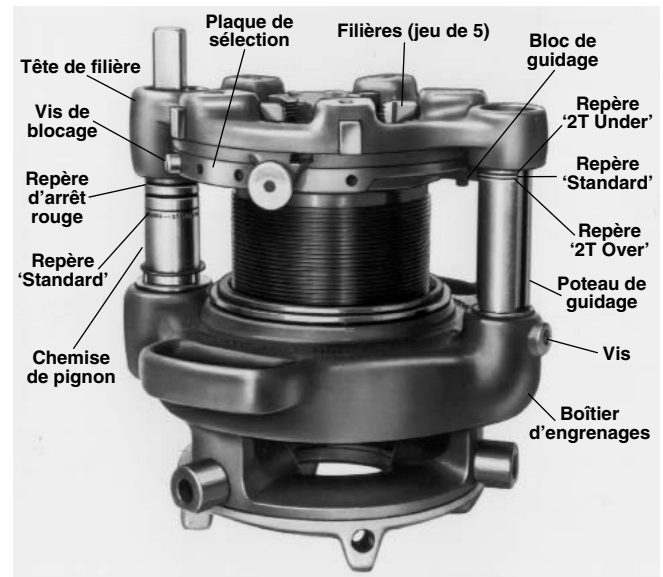

Figure 17 – Fileteuse démultipliée N° 141 avec Barre d'entraînement 844 installée (idem pour la fileteuse N° 161)
1. Retirez la vis de blocage de la plaque de sélection (*Figure 17*).
AVIS IMPORTANT: Laissez environ $\frac{3}{4}$ po des cannelures en << V >> exposées à l'avant des mors du mandrin (*Figure 17*) pour permettre la lubrification.
5. N° 141 et N° 161 – Lâchez la pédale de commande dès que le repère d'arrêt rouge apparaît sur la chemise du pignon (*Figure 17*).
AVIS IMPORTANT: Laissez environ $\frac{3}{4}$ po des cannelures en "V" exposées à l'avant des mors du mandrin (*Figure 17*) pour permettre la lubrification.